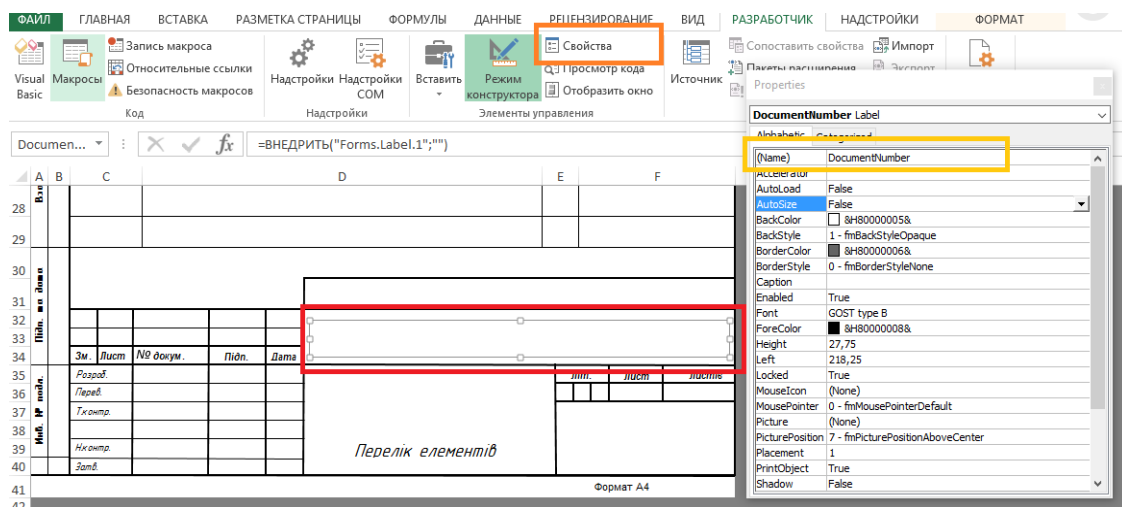

Рис.17. Властивості текстового поля
2.3.2. Якщо у режимі Розробника виділити текстове поле (Рис.17) та переглянути його властивості, то параметр (Name) для цього поля буде використовуватись на сторінці \$Stamp (де обираємо, які атрибути з проекту потрапляють у обране поле).